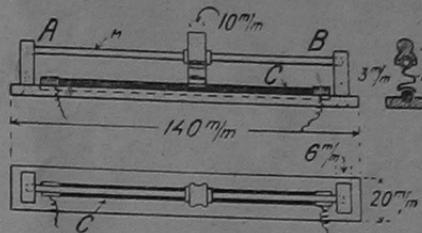

Рис. 4. Графитовый потенциометр
**Потенциометр** (рис. 4) — представляет из себя сопротивление, замкнутое на батарею, служащее для подбора напряжения.
Сопротивление (см. рис. 4) укрепляется на деревянной дощечке 140×20 мм. с желобком, вырезанным по середине, глубиной 3 мм. и длиной 120 мм. Лучше всего укреплять сопротивление в желобке расплавленной канифолью с примесью толченого кирпича (1 часть канифоли и 1 часть кирпича). Предварительно следует нагреть дощечку до возможно высокой температуры. Затем, наполнив желобок расплавленной смесью канифоли с кирпичом, погрузить в него сопротивление и дать составу застыть. На дощечке с сопротивлением укрепляют винтами две деревянные стойки (A и B) высотой 20 мм., шириной 15 мм. и толщиной 4 мм. В стойках, на высоте 15 мм., просверливаются отверстия
бочка могла свободно двигаться по проволочке с некоторым трением. К трубочке припаивается медная полоска n, шириной в 10 мм., согнутая, как показано справа на рис. 4. Конец полоски, скользящий по сопротивлению, обертыается станиолем, последний укрепляется на полоске загибом ее в обратную сторону. Отвод от потенциометра делается от одного из концов проволоки (m), по которой скользит движок.